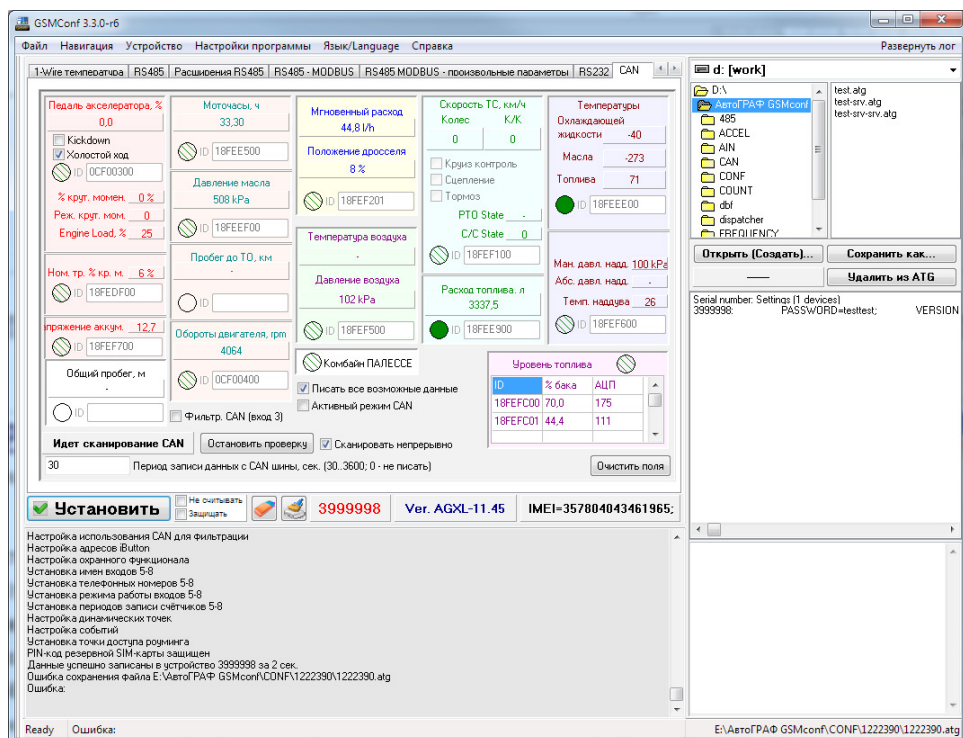

Рис.6. Проверка работоспособности устройства.
6. Перейти на вкладку CAN (см. рис. 6).
7. Нажать кнопку «Запуск сканирования» (или «Начать проверку», в зависимости от версии программы). Убедиться, что контроллер «АвтоГРАФ-GSM» получил данные по шине CAN (должны загореться зеленые индикаторы на вкладке и отобразиться расшифрованные данные, см. рис. 6).